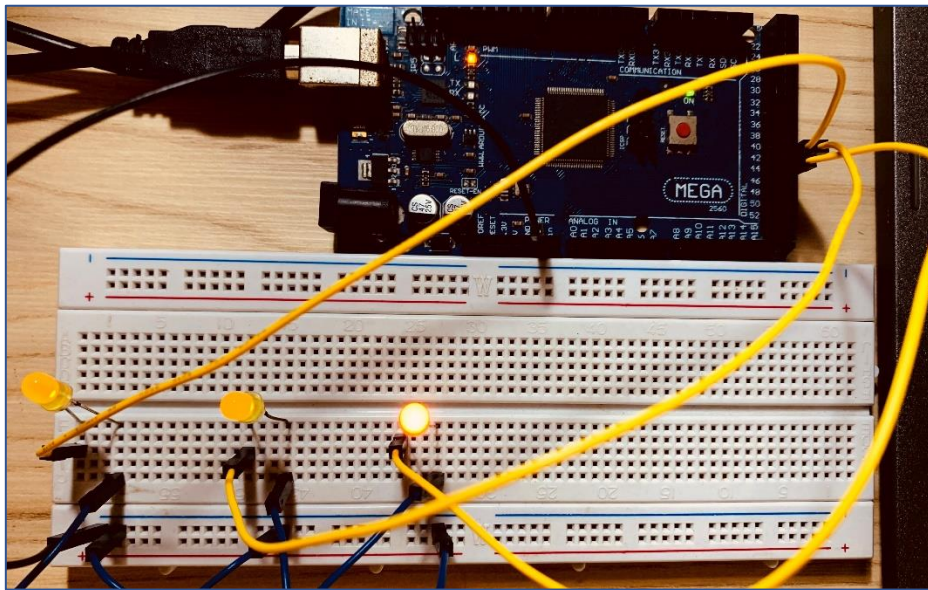

Figura 11 - Protótipo em placa de protoboard para teste do circuito do exemplo de uso da função `analogWrite()`
- O protótipo do circuito correspondente ao código do exemplo montado em placa de *protoboard* está apresentado na Figura 11. A imagem busca evidenciar os diferentes níveis de luminosidade dos diodos, que ocorre em decorrência nos níveis de sinal gerados (2, 20 e 250) pelo sinal PWM.